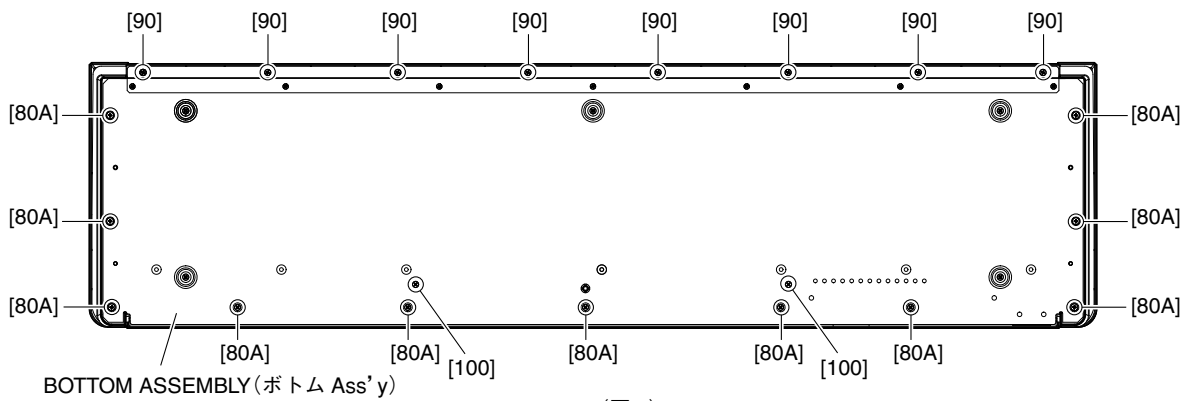

Fig. 1 (図 1)
- 1-1. Remove the eleven (11) screws marked [80A] and the eight (8) screws marked [90]. (Fig. 1)
- 1-2. **CP4 STAGE:** Remove the six (6) screws marked [100]. (Fig. 1)
**CP40 STAGE:** Remove the two (2) screws marked [100]. (Fig. 1)
- 1-1. [80A] のネジ 11 本と [90] のネジ 8 本を外します。(図 1)
- 1-2. **CP4 STAGE:** [100] のネジ 6 本を外します。(図 1)
**CP40 STAGE:** [100] のネジ 2 本を外します。(図 1)